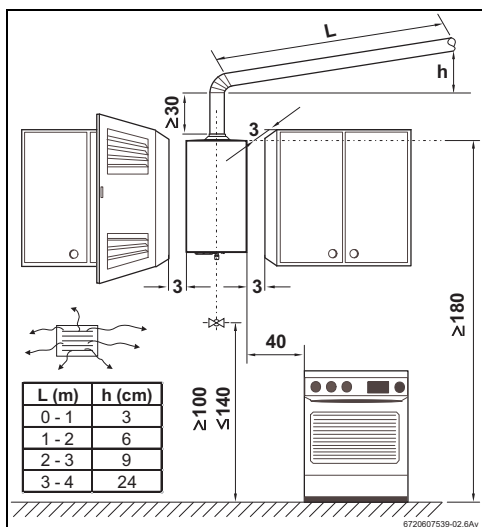

Fig. 10 Distanze minime
- Attenersi scrupolosamente a leggi e normative vigenti (UNI-CIG 7129, UNI-CIG 7131) e ad eventuali disposizioni locali riguardanti l'installazione di apparecchiature a gas e l'evacuazione dei gas combustibili. Misure d'installazione, vedi Fig. 10.
- Rispettare le distanze minime d'installazione (vedere Fig. 10).